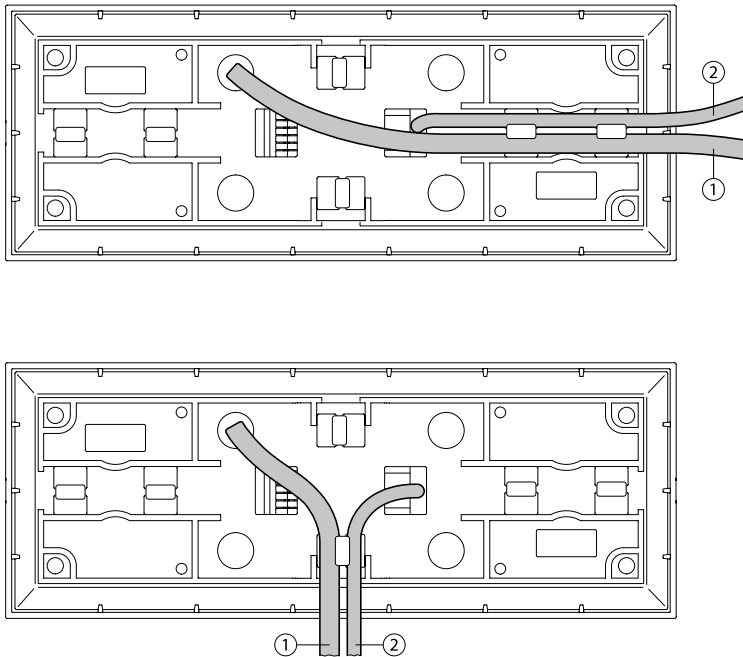

Fig. 21: Pumpenkabel und Netzkabel **kreuzungsfrei** auf der Rückseite verlegen
- Pumpenkabel (Fig. 21, Pos. 1) und Netzkabel (Fig. 21, Pos. 2) auf der Rückseite der Elektronikbox verlegen und - je nach Bedarf - an den Längs- oder Schmalseiten der Elektronikbox rechts, links, oben oder unten herausführen (Fig. 21).
Die Kabel dürfen sich nicht kreuzen. Sie müssen parallel verlegt und aus der Elektronikbox herausgeführt werden. Das Pumpenkabel (Fig. 21, Pos. 1) ist in der dafür vorgesehenen breiten Kabelführung zu verlegen. Das Netzkabel (Fig. 21, Pos. 2) ist in der dafür vorgesehenen schmalen Kabelführung zu verlegen